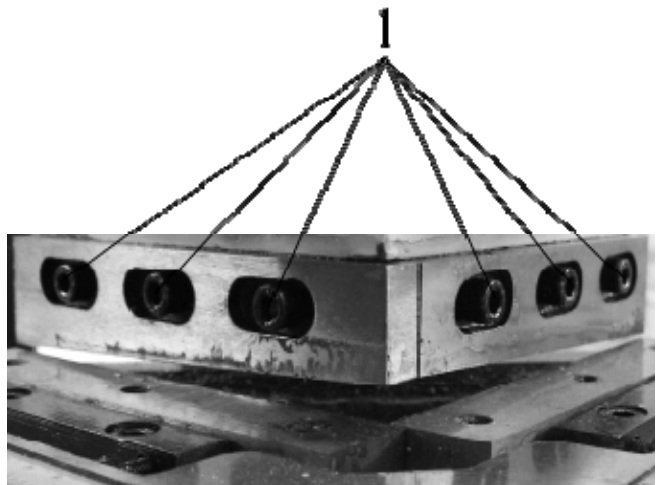

Рисунок 2.
1. Настройка верхних ножей (см рис.2):